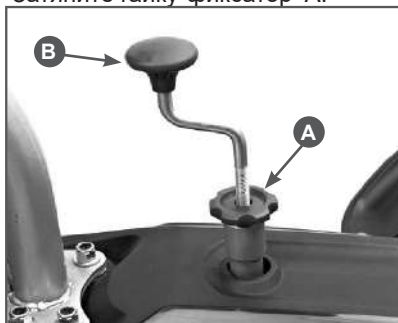

Рис. 10 Регулировка высоты подъема щетки
1. Ослабьте затяжку гайки-фиксатора А (Рис. 10).
2. Вращая ручку В регулировки высоты щетки по или против часовой стрелки, отрегулируйте степень прижатия щетки к дорожному покрытию (Рис. 10).